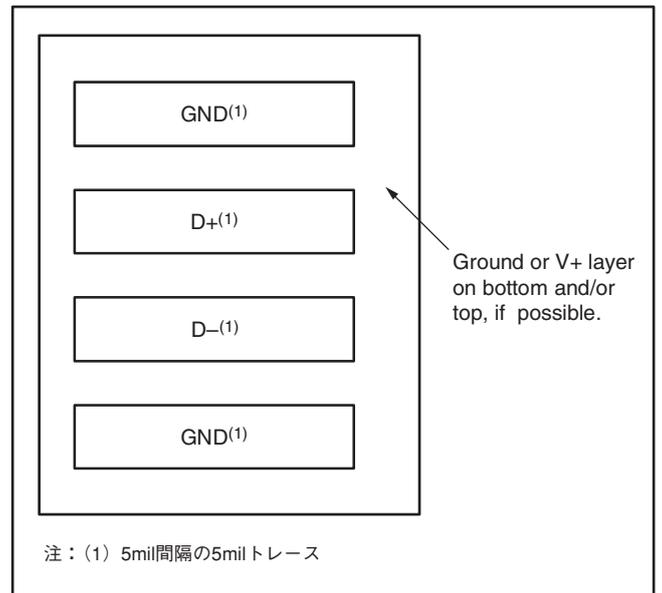

図 19. 信号トレース例
2. D+とD-のトレースをそれぞれ隣接させて配線し、グラウンド保護トレースを使用して隣接信号から遮蔽します(図19を参照)。多層PCBを使用する場合は、これらのトレースをグラウンドまたはV_{DD}プレーン間に埋め込んで、外部の雑音源から遮蔽します。5milのPCBトレースを推奨します。